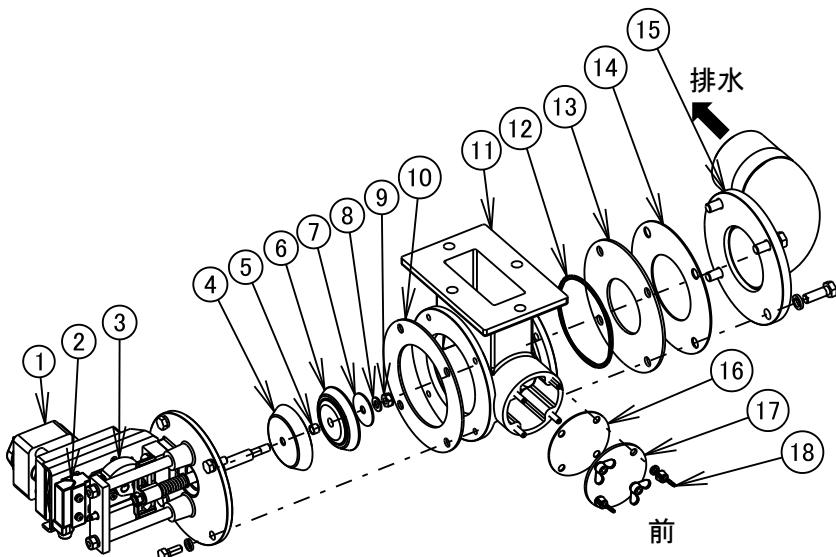

図8-14
8. 3. 7 排水弁(図8-14)
4) 排水弁補助弁の交換(図8-14)
- ・ ①モータと②リミットスイッチのケーブルコネクタを外します。①モータアース線を外します。
- ・ ボルト(M8)を緩めて①～⑩一体品を取り外します。
- ・ ⑩Uナット(M8)を緩めて⑤～⑧弁部をシャフトから取り外します。
- ・ ⑥排水弁補助弁の中央にはまっている⑤排水弁スペーサを取り外し新しい⑥排水弁補助弁に取り付けます。
- ・ ⑤～⑧弁部をシャフトに逆の手順で組み付けます。
- ・ ①～⑩一体品をボルト(M8)で組み付けます。
- ・ ①モータと②リミットスイッチのケーブルコネクタ及び、①モータアース線を元の通に接続します。
- ・ ③排水弁マイクロカムの回転方向と排水弁の動作確認を行なうこと。